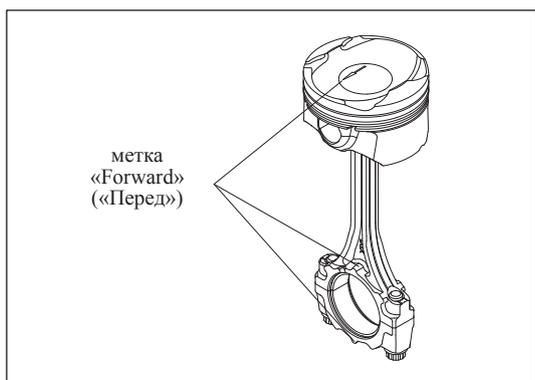

Рис. 13-2-13. Расположение меток на шатуне
(2) Установка шатуна
- » Установить шатун и убедиться в том, что метки «Forward» («Перед») обращены к передней стороне двигателя, как изображено на Рис. 13-2-12 и Рис. 13-2-13.